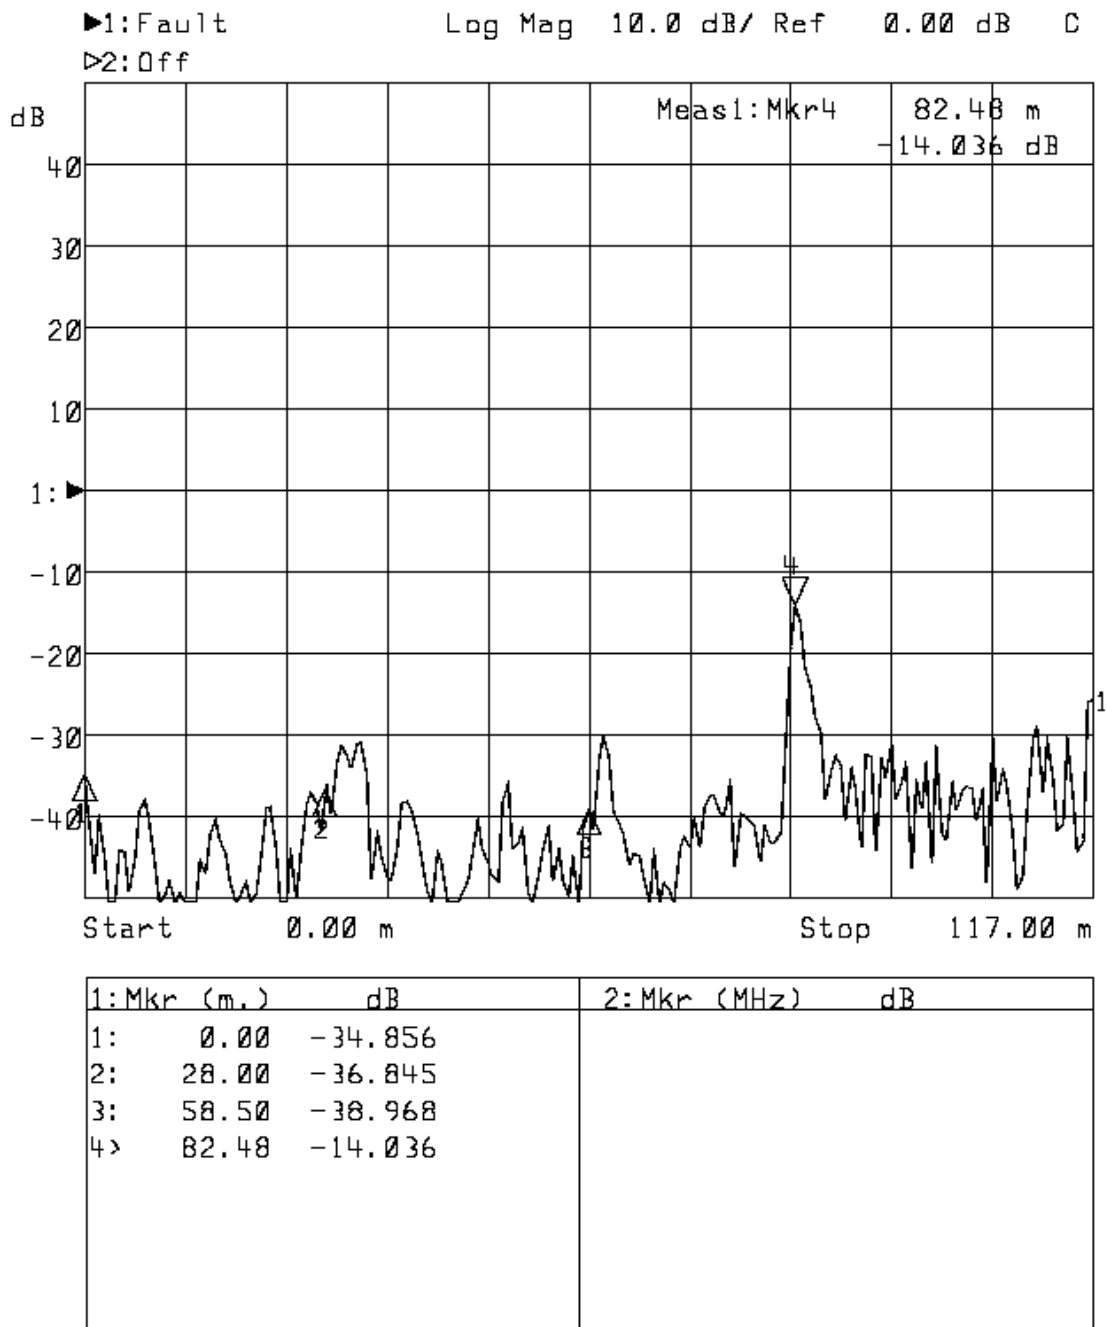

Figura 2-75. Desacoples expresados como Pérdidas de Retorno para los tramos 1, 2 y 3 con carga de 75 Ω .
La pantalla debería verse similar a la Figura 2-75.
P.5.4. Con la magnitud del *coeficiente de reflexión* de la grafica anterior determine teóricamente las *perdidas de retorno* para estos puntos y compare los resultados con los de la Figura 2-75.